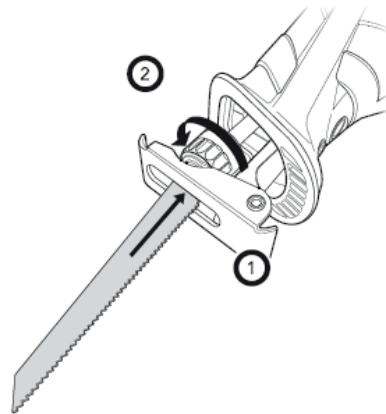

рис. 3
- Поверните патрон (2) против часовой стрелки (рисунок 3).